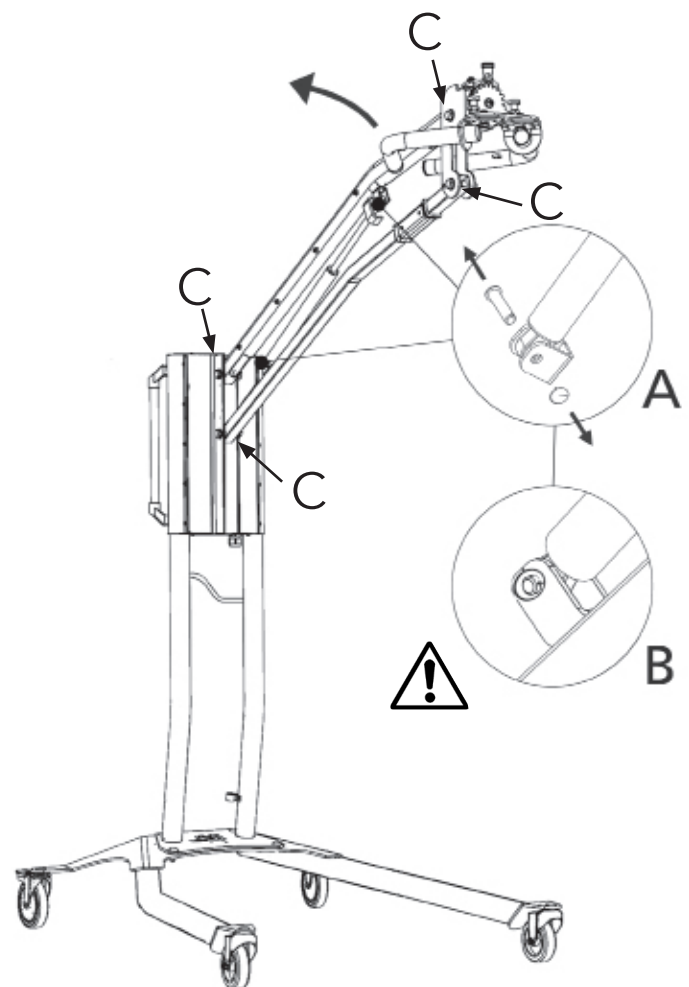

Abbildung 2
Falls der bewegliche Arm nicht in der höchsten oder niedrigsten Position parkt, sondern von selbst absinkt oder sich leicht anhebt, ziehen Sie die 4 in Abbildung 2 mit dem Buchstaben „C“ gekennzeichneten Schrauben fest. Wenn der Arm immer noch nicht in die Parkposition geht oder sich nur schwer verstellen lässt, muss die Gasdruckfeder ausgetauscht werden.
2. Bringen Sie den parallelen Arm in die äußerste aufrechte Position. (Abbildung 2)
4. Entfernen Sie die Sicherungsringe und die beiden Stifte. Schieben Sie die Gasfeder leicht nach oben/vorne und entfernen Sie sie dann. (Abbildung 2)